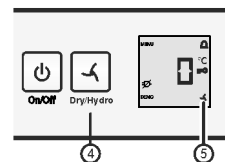

Fig. 3
▶ **Hydro** beállítása: Addig nyomja a Dry/Hydro gombot *Fig. 3 (4)*, amíg meg nem jelenik az  ikon. Eressze el a gombot.
▷ Világít a Dry/Hydro ikon *Fig. 3 (5)*.
- **Dry** beállítása: Addig nyomja a Dry/Hydro gombot Fig. 3 (4), amíg ki nem alszik az  ikon. Eressze el a gombot.